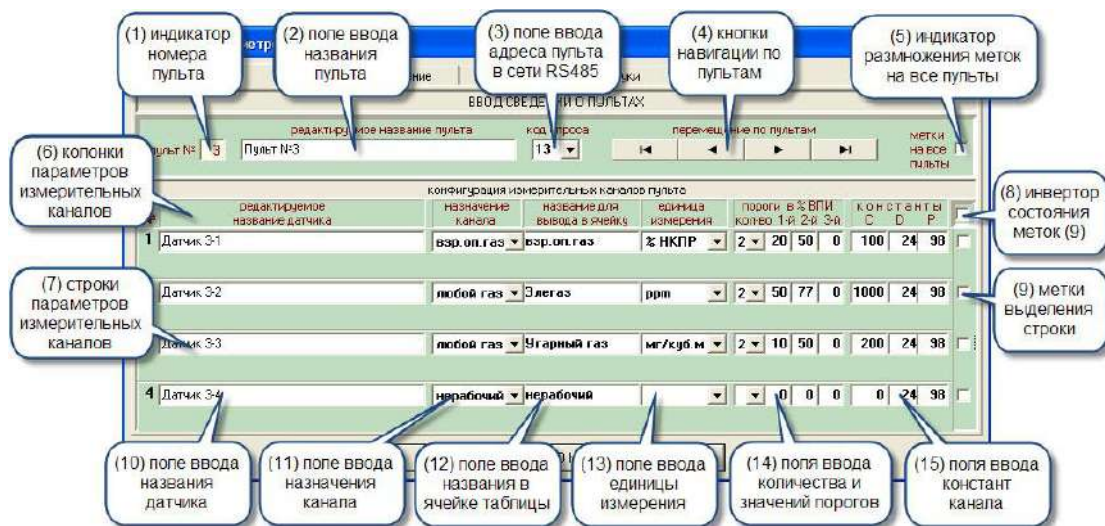

Рис.5-2. Окно настройки – страница «Пульты».
На странице «Пульты» (рис.5-2) вводятся сведения о пультах, включая конфигурацию измерительных каналов каждого из пультов.
Манипулировать метками помогают два расположенные над ними поля: (5) и (8) (рис.5-2).